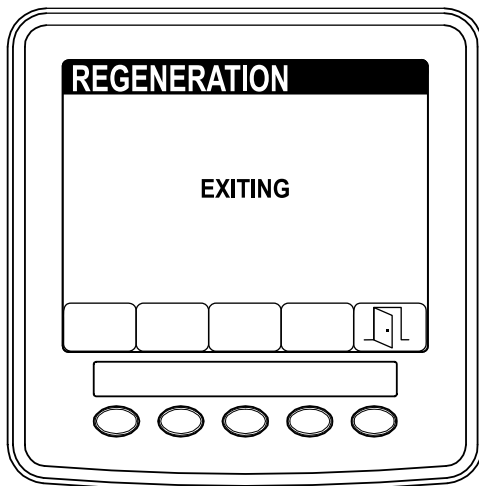

図 53
**注** 再生中にボタン 5 を押した場合には、再生動作が中止される。EXIT画面でボタン5を押すとして整備性 SERVICEメニューへ移動する図 53。